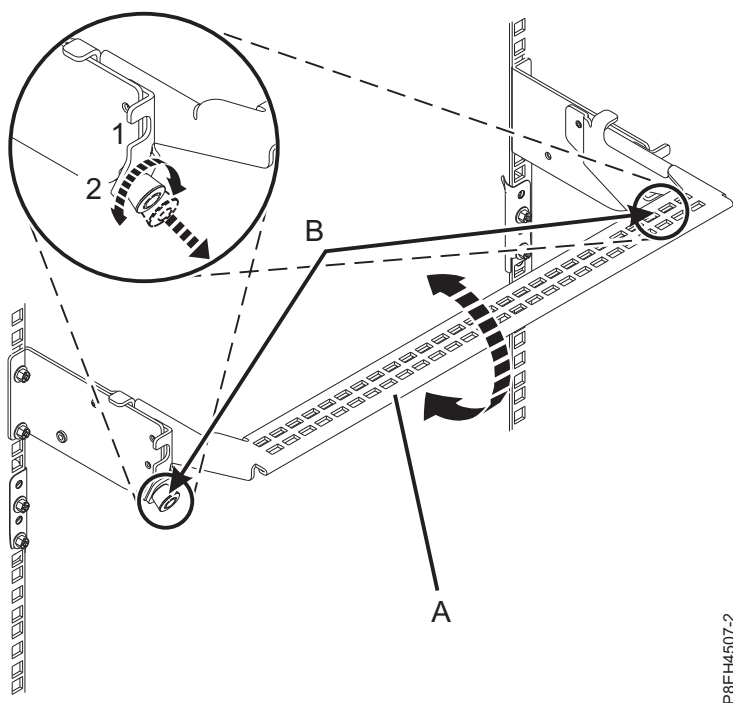

Figure 47. Placement du crochet de routage des câbles en position de maintenance
8. A l'arrière du tiroir d'extension PCIe3, placez le crochet de routage des câbles en position de maintenance. Voir figure 47, à la page 45.